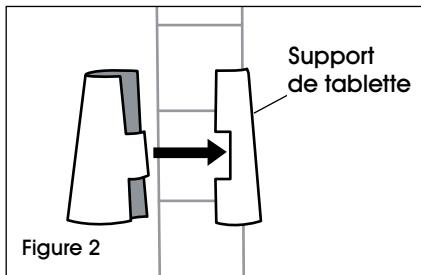

Figure 2
1. En commençant par la tablette la plus basse, enclenchez les deux parties d'un support de tablette (la partie la plus large vers le bas) autour du montant à la rainure la plus basse où la tablette doit être placée. Faites glisser le support de tablette vers le haut ou vers le bas jusqu'à ce qu'il s'enclenche dans la rainure. Ajoutez un support de tablette au même endroit sur les montants restants. (Voir Figure 2)